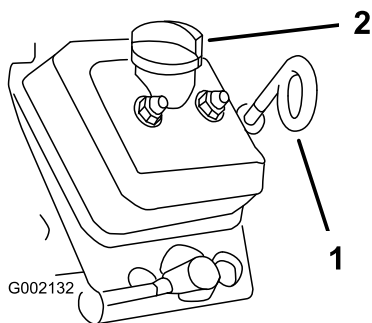

Bild 20
3. Reinigen Sie den Bereich um den Ölpeilstab und Fülldeckel (Bild 20), damit kein Schmutz in Peilstabrohr oder Füllstutzen gelangen und den Motor beschädigen kann.
4. Schrauben Sie den Ölpeilstab los und wischen das Ende ab (Bild 20).
5. Stecken Sie den Ölpeilstab vollständig in das Peilstabrohr (Bild 20).
8. Setzen Sie den Fülldeckel auf, siehe Bild 20.
9. Stecken Sie den Ölpeilstab vollständig ein (Bild 20).